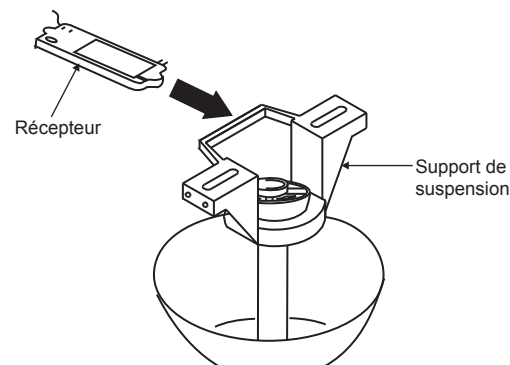

Fig. 13
**Étape 1.** Insérez le récepteur dans le support de montage au plafond avec le côté plat du récepteur face au plafond. (Fig. 13) Pour optimiser la performance, assurez-vous que l'antenne noire, à l'extrémité du récepteur, reste étendue et qu'elle n'est pas emmêlée avec les fils électriques.